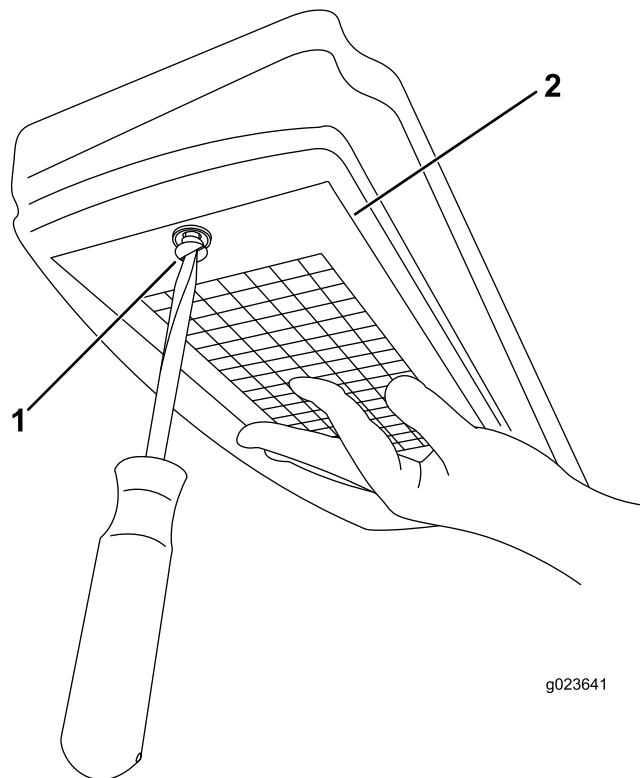

Bild 132
3. Nehmen Sie die Schraube und die Abdeckung ab, in der der Luftfilter sitzt (Bild 132).